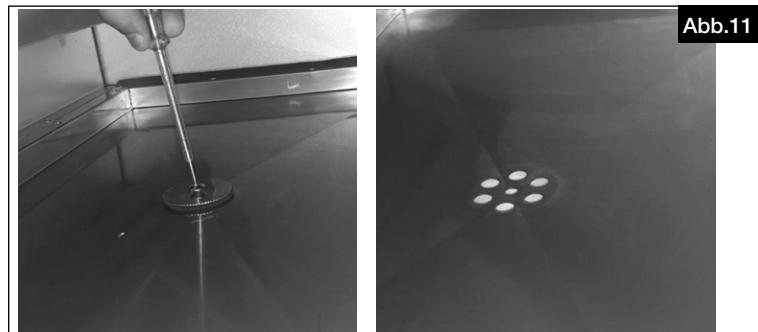

Abb.9
3. Den Rohrbogen unter der Kondensatwanne befestigen. Sicherstellen, dass die Konstruktion wasserdicht ist, indem das Rohrverbindungsteil gedreht wird (s. Abb.9).